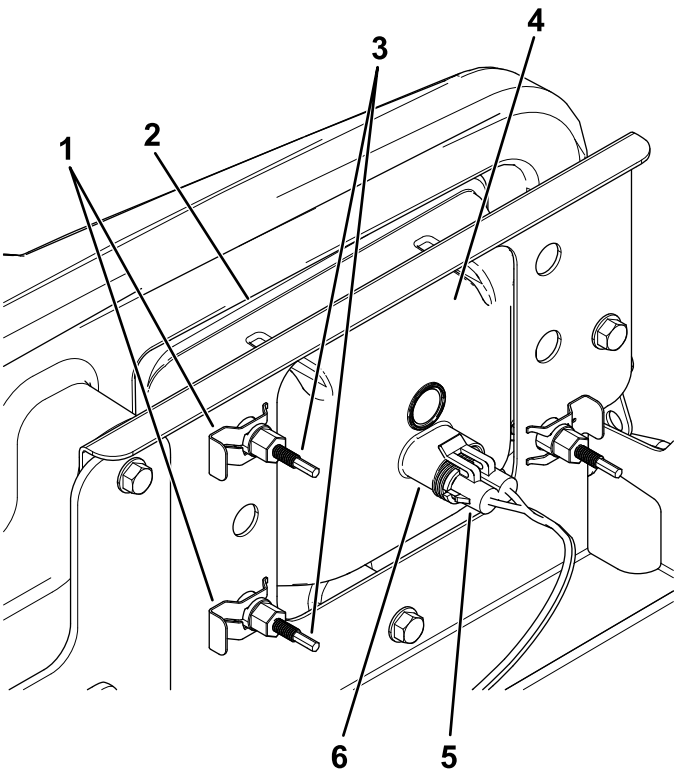

Figura 45
- Deconectai conectorul electric al cablului de la conectorul ansamblului lămpii (Figura 45).
- Îndepărtați clemele SpeedClip care fixează farul pe suport (Figura 45).
- Îndepărtați ansamblul farului deplasându-l în față prin deschiderea din bara de protecție față (Figura 45).
- Montați noul far prin deschiderea din bara de protecție (Figura 45).
- Conectați conectorul cablului electric la conectorul ansamblului lămpii (Figura 45).
5. În spatele ansamblului farului, rotii uruburile de reglare (Figura 45) pentru a pivota ansamblul farului și a alinia poziția fasciculului proiectat.